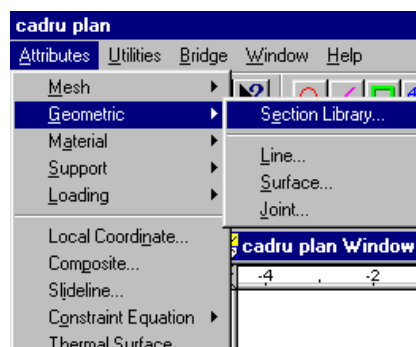

Fig. 20
- se alege opțiunea **Geometric, Section Library...** (fig. 20)